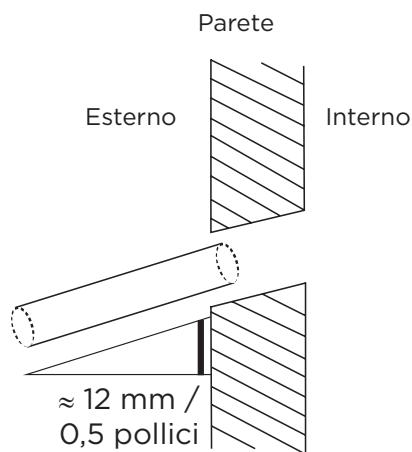

Fig. 5.5
- Utilizzando un trapano da 65 mm (2,56") o 90 mm (3,54"), praticare un foro nel muro. Assicurarsi che il foro sia praticato con un leggero angolo verso il basso, in modo che l'estremità esterna del foro sia inferiore all'estremità interna di circa 12 mm (0,5"). Ciò garantirà un corretto drenaggio dell'acqua (vedi Fig. 5.5). Posizionare il paramano nel foro. Questo proteggerà i bordi del foro e aiuterà a sigillare quando si finisce il processo di installazione.